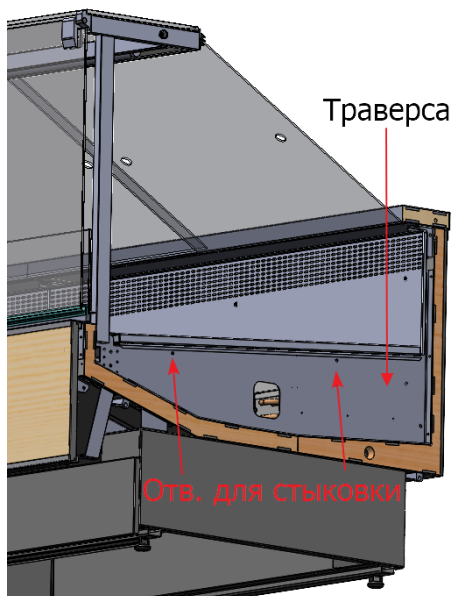

рис. 3
- через отверстия в траверсах с помощью шпилек M6 и гаек с прессшайбой (рис. 3)